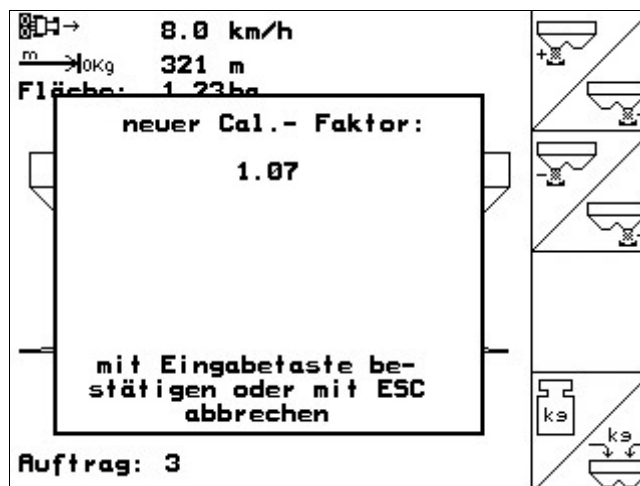

Fig. 39
- El nuevo factor de calibración es indicado y confirmado con , o desechado con  (Fig. 39).